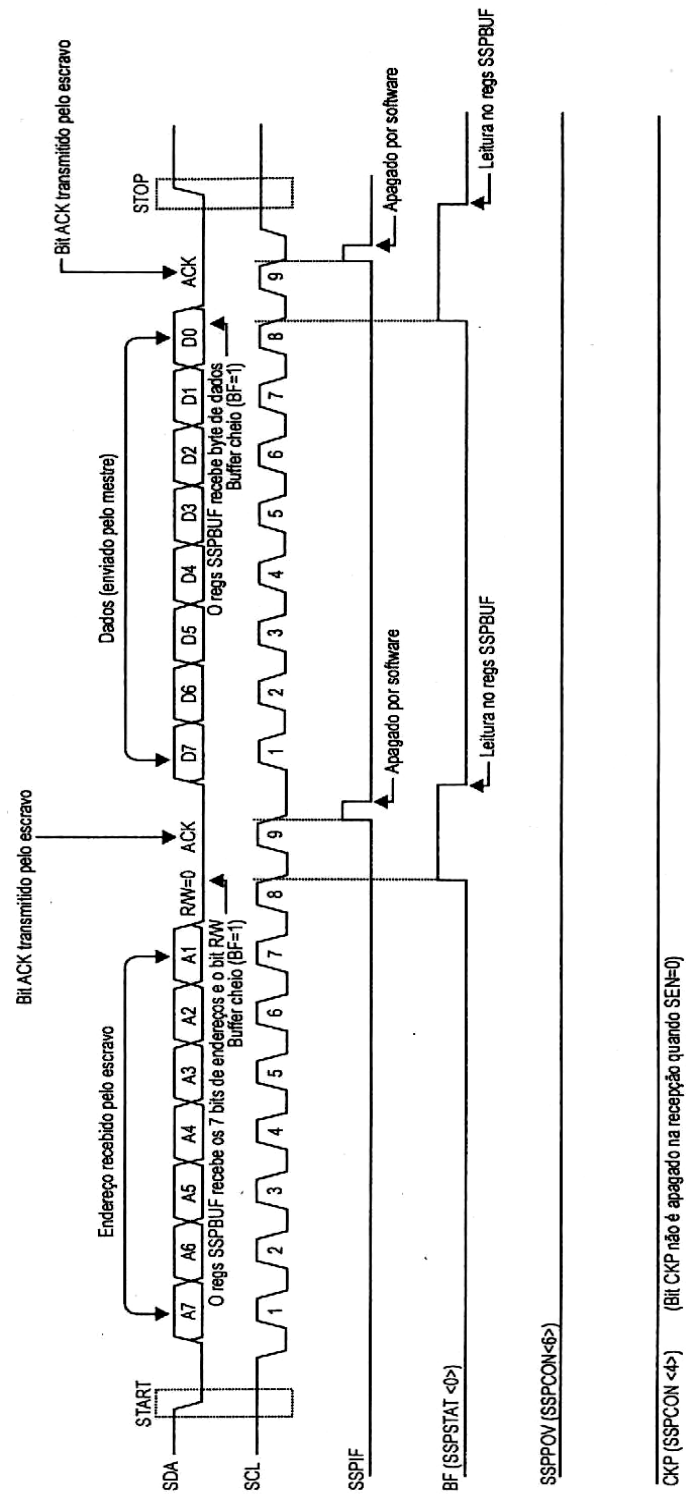

Figura 8.32: Temporização I²C modo Escravo na recepção e endereço de 7 bits (bit SEN = 0).
a) Detalhando uma recepção com endereço de 7 bits (Figura 8.32):